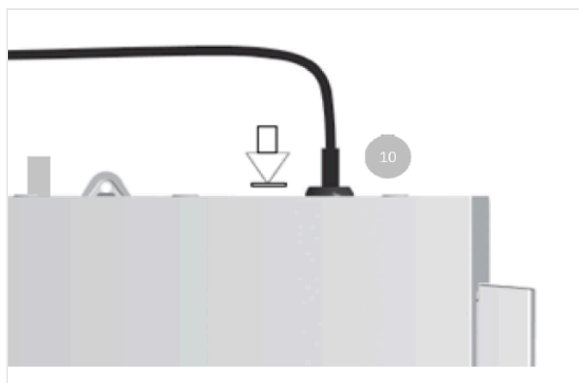

FIG. 2
- E. Connectez le câble de la pédale de commande à la sortie prévue sur le panneau arrière, en guidant le connecteur et la fiche à l'aide de la broche d'indexation du connecteur FIG. 2.